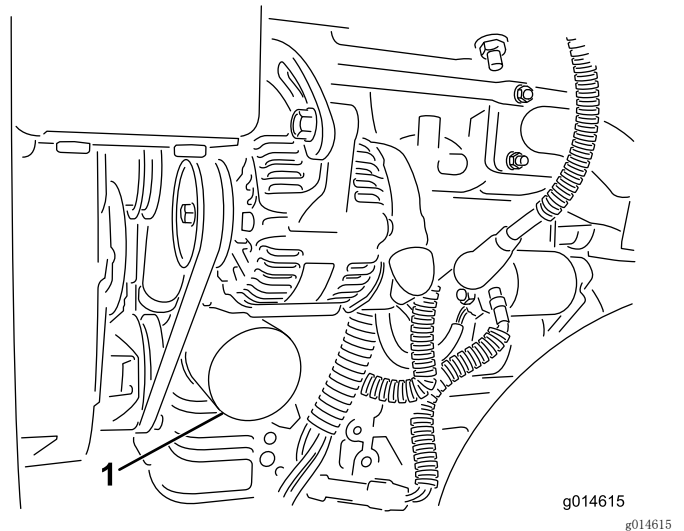

图44
2. 拆下机油滤芯（图44）。在新的滤芯垫片上涂上薄薄一层干净油。